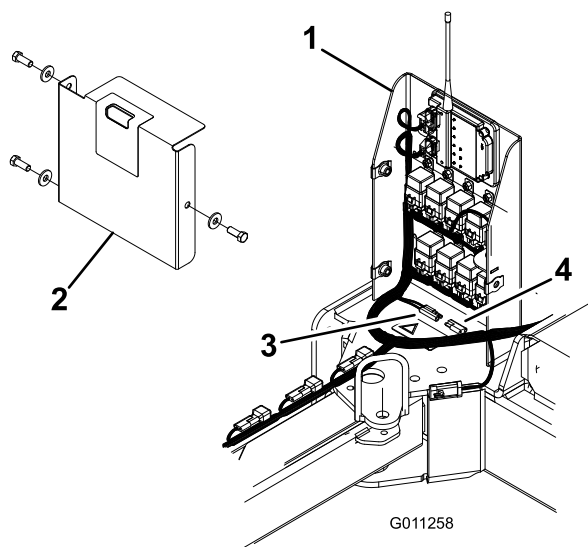

Figura 35
- Rimuovete le (3) viti e le (3) rondelle che fissano il coperchio del quadro elettrico, poi staccate il coperchio (Figura 35).
- Staccate il tappo dai connettori dei cavi arancio e rosso nel quadro elettrico (Figura 35).